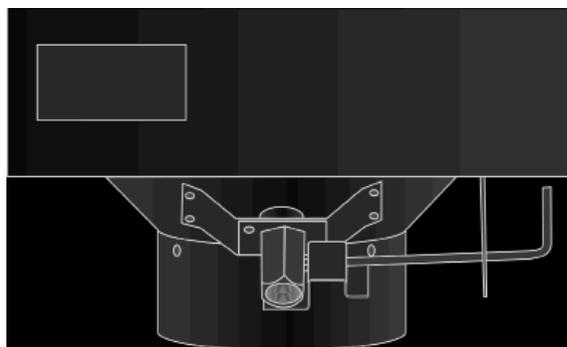

Рис. 13. Сливной кран
1. Осмотр сливного крана. Проверьте сливной кран (рис. 13) на протечки и недостающие детали. Если протечка обнаружена, необходимо установить источник протечки: сам сливной кран, крепление или неизвестный источник.